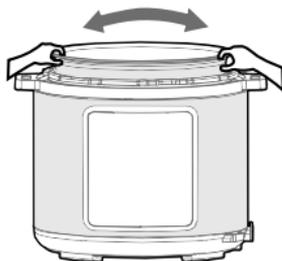

Fig. 3
3. Recoloque a panela de cozimento na panela elétrica de pressão e certifique-se de que a panela de cozimento esteja em contato com o elemento de aquecimento e com o sensor de temperatura. Gire-a para a esquerda e para a direita para garantir um bom contato (Fig. 3).